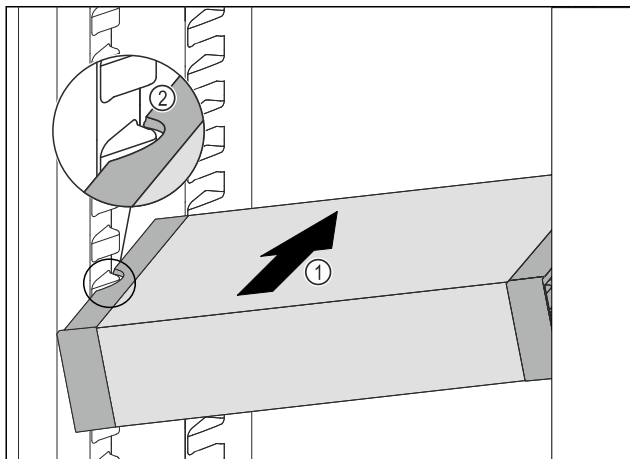

Fig. 131
- ▶ VarioSafe gurajte koso u hladnjak *Fig. 131 (1)* sve dok se bočni otvori *Fig. 131 (2)* ladice VarioSafe ne nađu na visini žlijeba spremnika u hladnjaku.